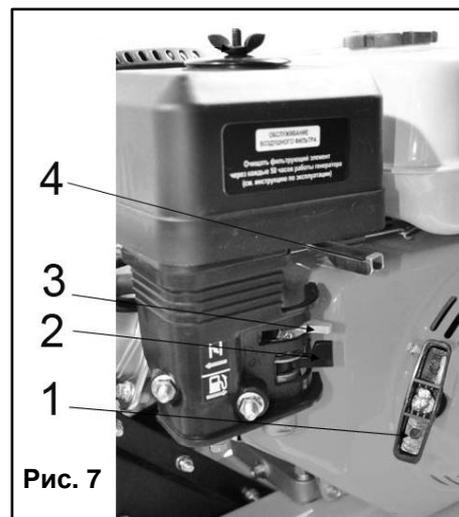

Рис. 7
3. Установите рычаг привода дросселя в зону максимального положения (знак - «заяц») (4)(См. Рис. 7).
4. Откройте топливный кран (2)(См. Рис. 7), переведите рычаг в положение «Открыто» (OPEN).
5. Установите рычаг привода воздушной заслонки (3)(См. Рис.7), в положение «ЗАКРЫТО» (CLOSE).
1. Установите рычаг управления дросселем (4)(См. Рис.7) в минимальное положение (знак – «черепаха»).